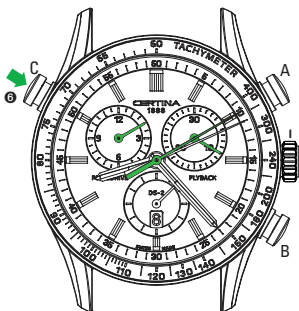

Рис. 15
**Считывание последнего промежуточного времени, сохраненного в памяти (см. рис. 15)**